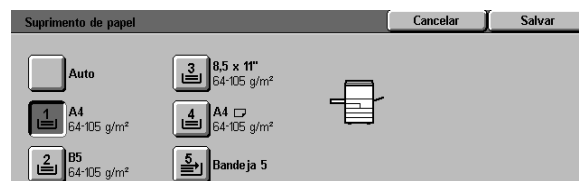

Figura 23: tela Abastecimento de papel
- 1 Na guia Cópia básica, em Abastecimento de papel, toque no botão **Mais...** para exibir a tela Abastecimento de papel, Figura 23.